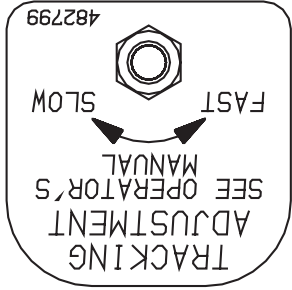

Figura 14. Ajuste de alineación
- Si la máquina se tira a un lado. Detenga el cortacésped colocando las palancas de control de dirección en la posición neutral. Usando la llave de ajuste ubicada en el lado izquierdo de la máquina, gire la tuerca de ajuste de alineación del lado más lento contra el sentido de las agujas del reloj hasta que la máquina se alinee derecha. (Vea la Figura 14).